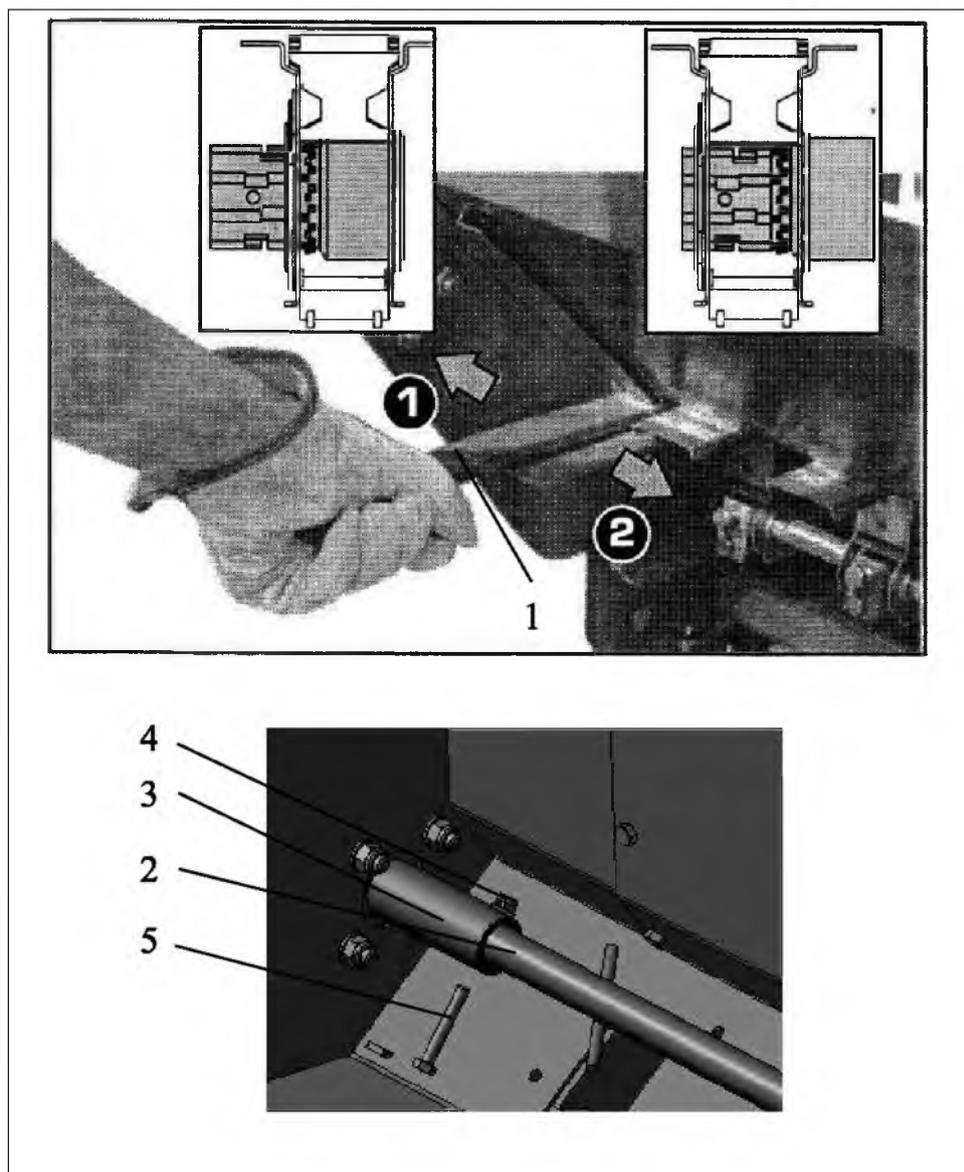

Рисунок 10.
Установить рычаг (1) (рис. 10) в одно из двух положений. Для чего необходимо ослабить гайки, фиксирующие рычаг.
**ВНИМАНИЕ:** При посеве крупных семян (горох, соя и др.), чтобы исключить их повреждение, рекомендуется отключить ворошитель (2) (рис. 10) от привода (3). Для этого необходимо в левом бункере раскрутить гайку (4) и извлечь болт (5).